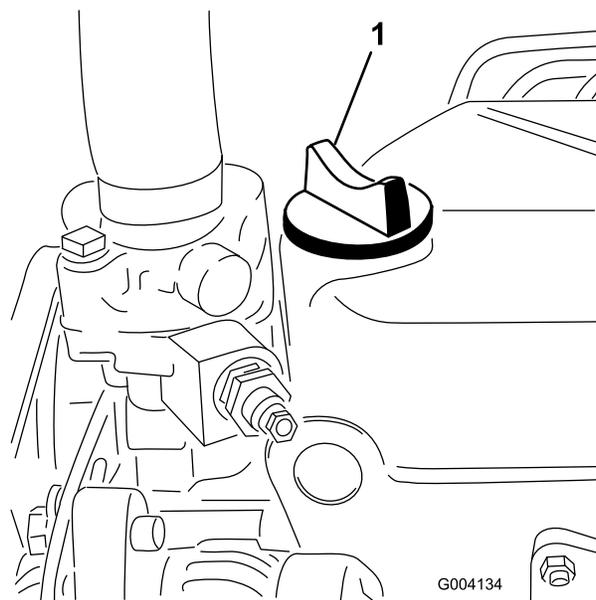

Рисунок 52
5. Если уровень масла ниже метки FULL (Полный), снимите крышку заливной горловины (Рисунок 52) и добавляйте масло, пока его уровень не достигнет отметки FULL (Полный) на масломерном щупе.